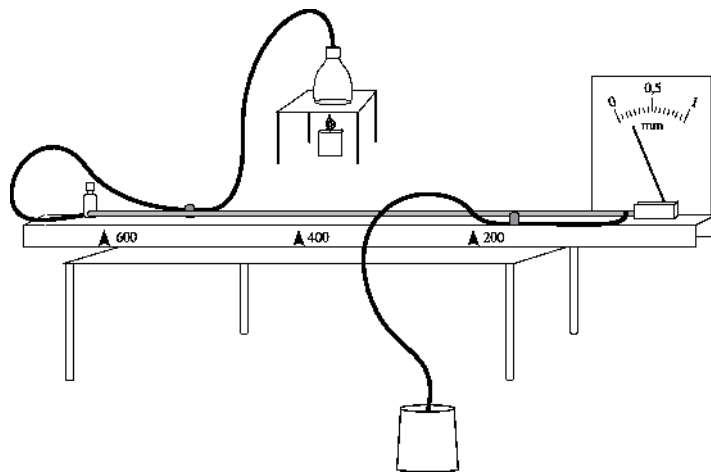

Figure 1
- Brancher les tuyaux comme le montre la figure 1 et placer le récipient collecteur sous le tuyau.